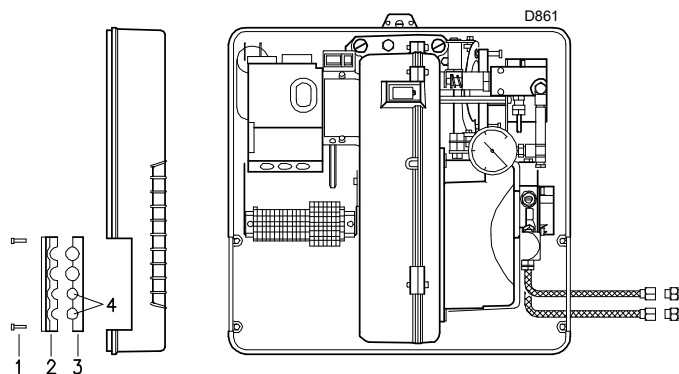

Fig. 19
- Hacer pasar los tubos flexibles por los orificios de la plaqueta, preferiblemente a la derecha (Fig. 19);